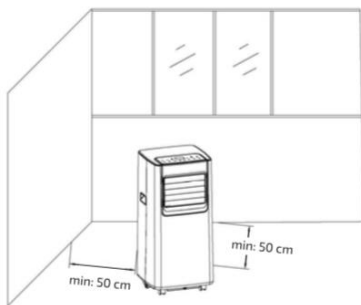

Fig. 4
- Verplaats de machine met geïnstalleerde warmtepijp en de accessoires naar het raam. De afstand tussen het lichaam en de muren of andere objecten moet minimaal 50 cm zijn (zoals weergegeven in afbeelding 4).